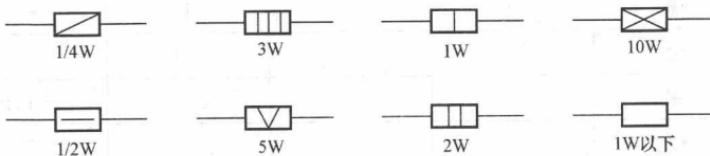

图1-2 常用电阻额定功率的表示方法
(2) 电阻的额定功率。电阻在正常工作时允许消耗的最大功率叫做电阻的额定功率。电阻的额定功率与它所用的材料和体积大小有关。一般来说，绕线电阻和体积大的电阻额定功率也较大。在使用过程中电阻实际消耗的功率超过其额定功率，会使电阻的温度升高而引起阻值的变化，严重时可烧毁电阻。为了保证安全可靠，通常所用电阻的额定功率应比实际消耗的功率大100%~200%，电阻额定功率的标称值有1/8、1/4、1/2、1、2、5、10W等。常用电阻额定功率的表示方法如图1-2所示。